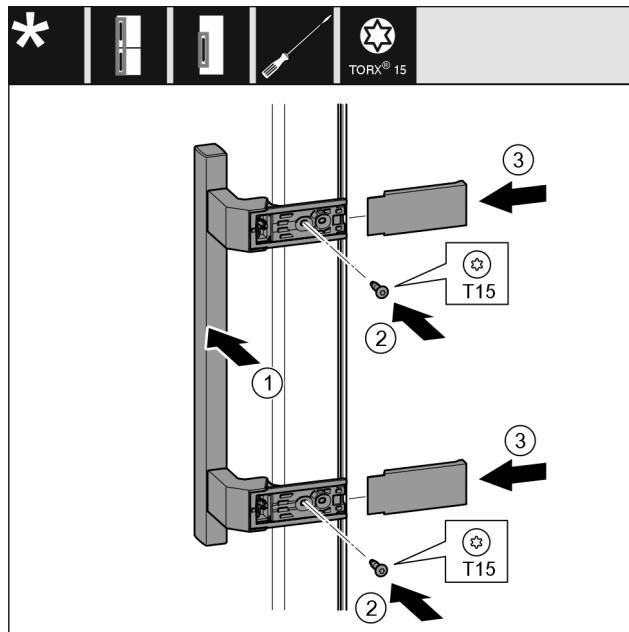

Fig. 24
- ▶ Установите ручку Fig. 24 (1) на противоположной стороне.
- ▶ Затяните винты Fig. 24 (2) отверткой.
- ▶ Установите крышки Fig. 24 (3) сбоку и надвиньте их.